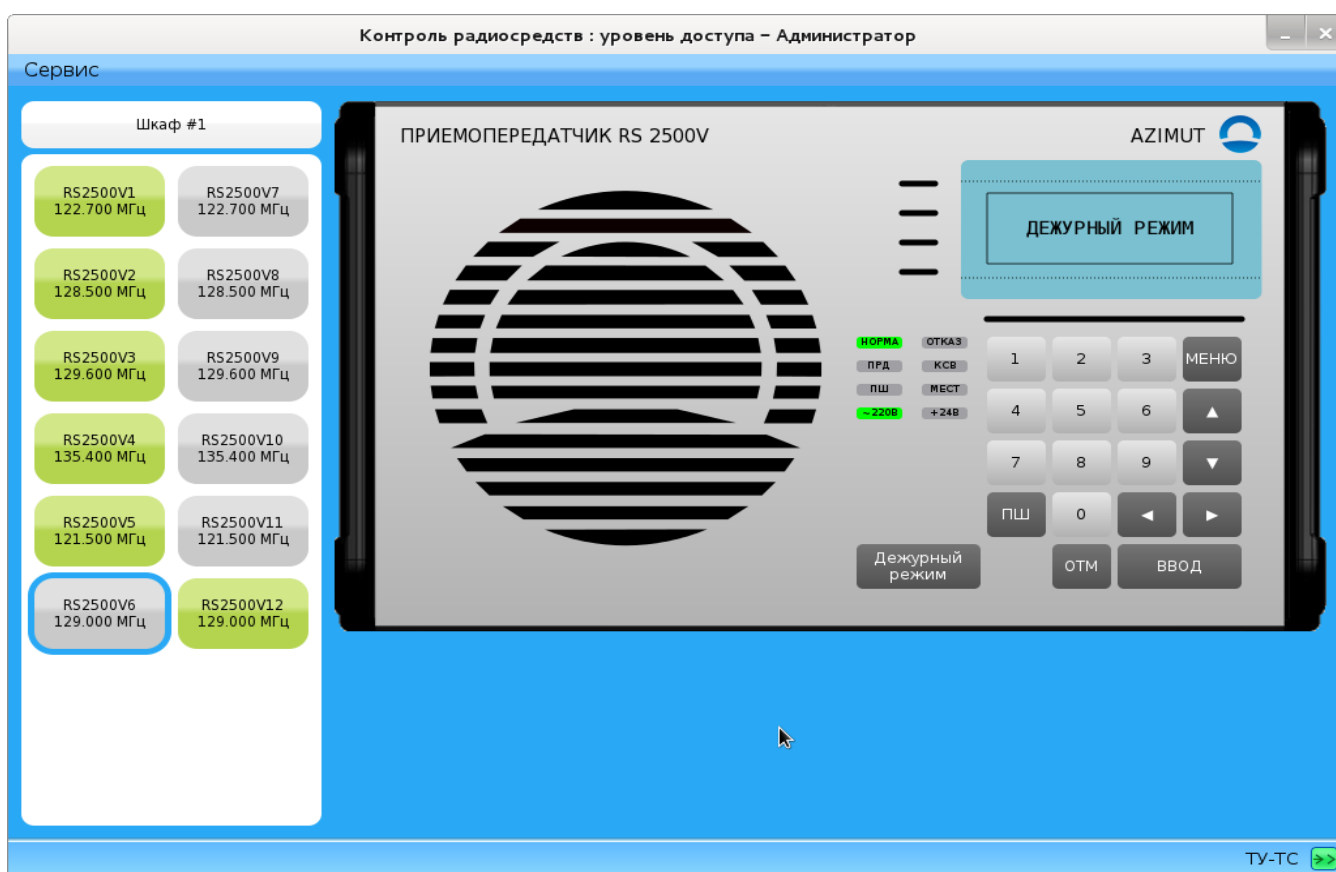

Рисунок 6
3. В «окне» управления радиосредством может отображаться кнопка «ДЕЖУРНЫЙ РЕЖИМ», которая обеспечивает режим дистанционного выключения с минимальным энергопотреблением. В включении дежурного режима на электронной копии передней панели радиосредства отображается надпись «ДЕЖУРНЫЙ РЕЖИМ» (см. рисунок 6) .